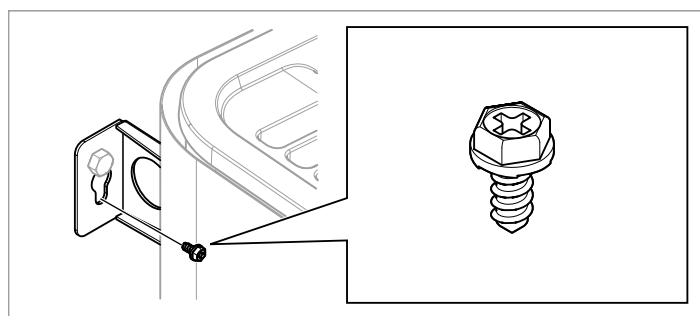

Fig 13: Konsolens låsskruv
12. Lås aggregatet på plats med låsskruven se Fig 13.